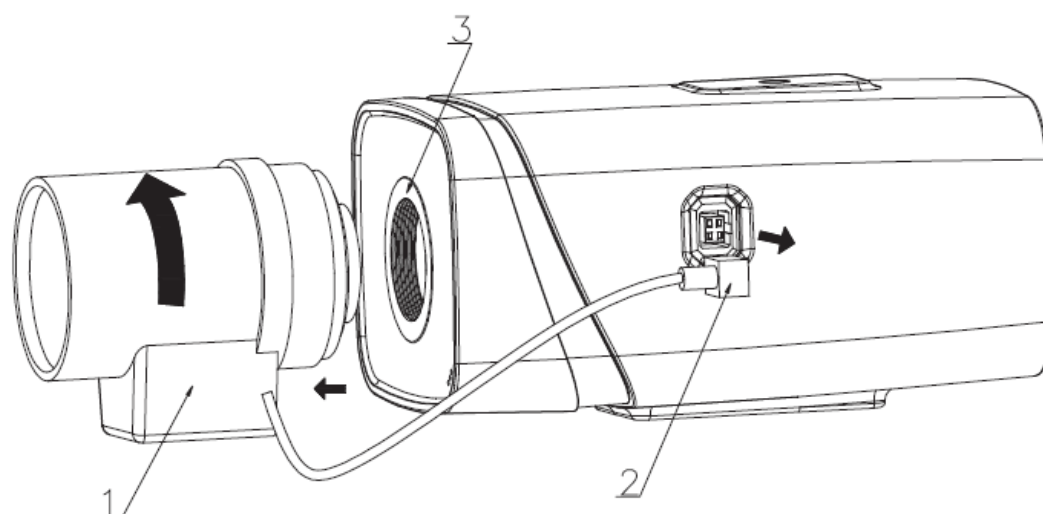

Рисунок 5.4 – Отсоединение объектива
1. Поверните объектив против часовой стрелки и отсоедините его от камеры (Рисунок 5.4).
2. Отсоедините кабель автоматической регулировки диафрагмы (Рисунок 5.4).